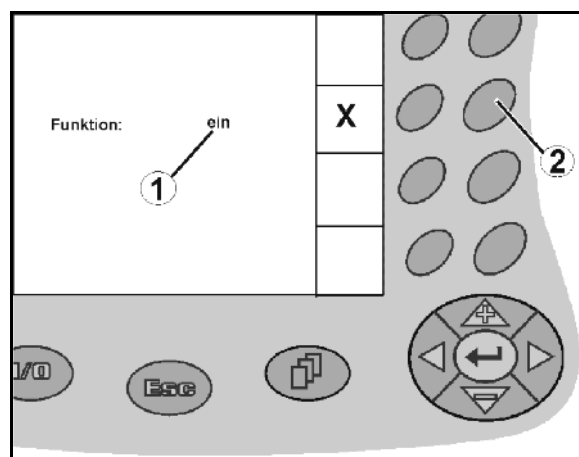

Fig. 17
- Premere una volta il tasto funzione (Fig. 17/2).
- Funzione **On** (Fig. 17/1).